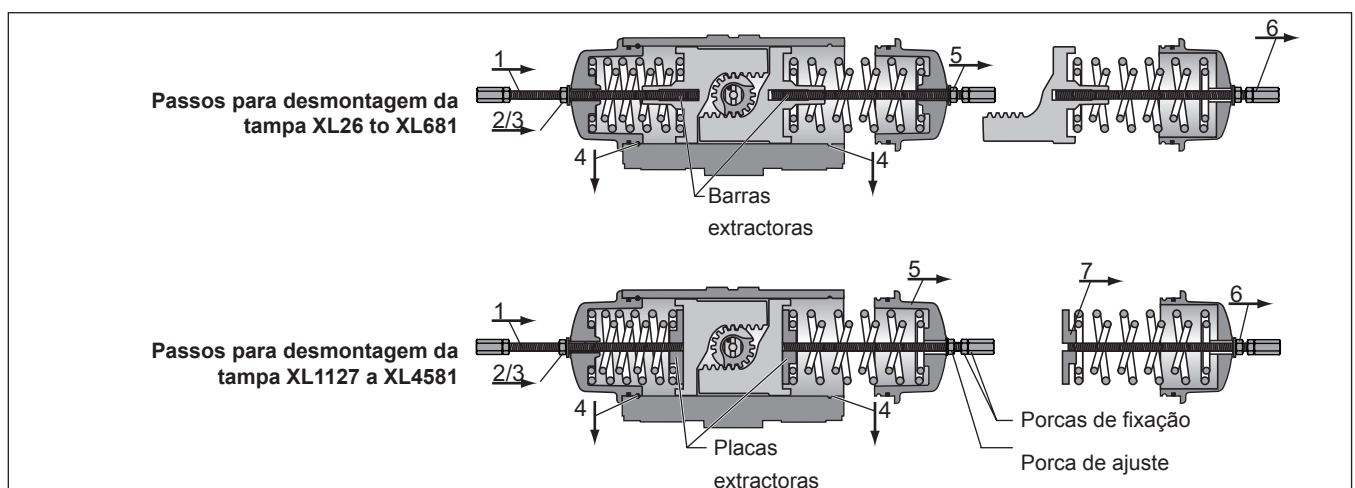

Fig. 5 Desmontagem da Tampa
- 1 Desaperte as Porcas de Aperto (24) e remova ambos os Batentes de Percurso (22) e as Roscas de Fecho (23) ou 'O'rings (23a).
- 2 Remova o Indicador (7) do topo do Pinhão (19) Para XL26 a XL221 utilize uma chave Allen de tamanho 4mm. Para os tamanhos grandes, o Indicador pode ser puxado do topo do pinhão.
- 3 Remova os Parafusos Retentores (28) e juntas (29) das Tampas (21).
- Para XL 26 a XL 681 os Pistões (20)
- Para XL 1127 a XL4581 a placa Retractora (20a, consulte também Fig 5) até o percurso parar (NÃO APERTE EM DEMASIA) e certifique-se de que a porca e a anilha estão livres da face da Tampa.
- 7 Evite que as "porcas-de-fixação" rodem com uma chave de fendas. Utilize outra chave para apertar ambas as porcas de ajuste, meia volta de cada vez (ver Fig. 5), no sentido dos ponteiros do relógio nas Barras até dar duas voltas. Isto leva
- Para XL 26 a XL681 os Pistões (20)
- Para XL 1127 a XL4581 a placa Retractora (ver também Fig 5) às tampas (21) e comprime a mola. Esta compressão de Mola, solta a força da Mola e desbloqueia a SAFEKEY para remoção.
- 10 Quando ambas as SAFEKEYS tiverem sido retiradas, utilize uma chave de fendas rodando o Pinhão, separando os pistões (20) até que empurrem parcialmente as Tampas do Corpo.
- Para XL 26 a XL681 os Pistões (20), molas e tampa saem
11 Para manter o Conjunto de Mola intacto (Fig. 5), mantenha a Barra Retractora no lugar. Para desmontar o Conjunto de Mola, desaperte a porca de ajuste na Barra Retractora soltando a força da Mola, enquanto impede que a barra rode com uma chave de fendas nas porcas de fixação.